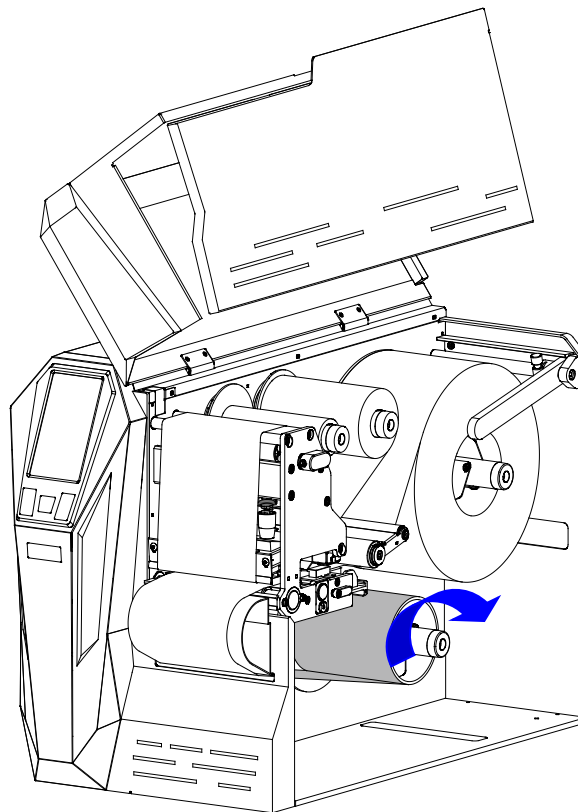

图 2-37 安装空卷芯
9. 将卷好标签的空卷芯安装至回卷轴，并靠紧回收卷限位盘，沿顺时针方向转动回卷轴，直至标签纸绷紧。如图 2-37 所示。